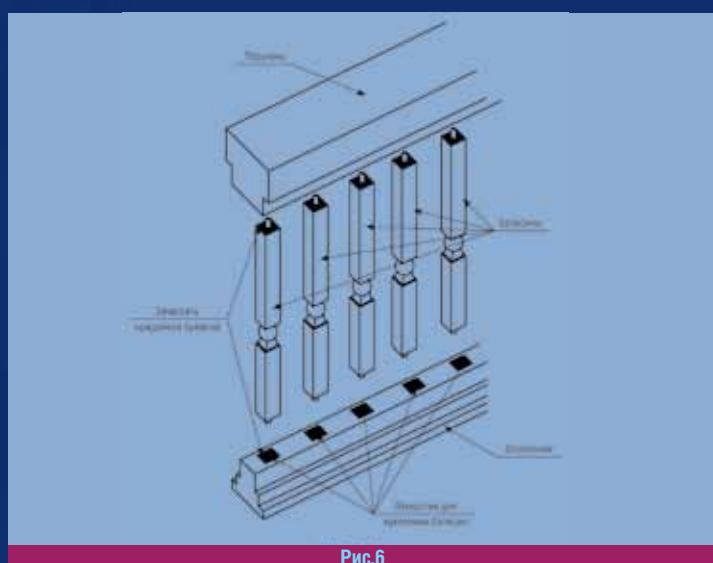

Рис.6
6. При помощи мелкой наждачной бумаги зачистите места примыкания баласин к поручням и основаниям (**См. Рис. 6**).